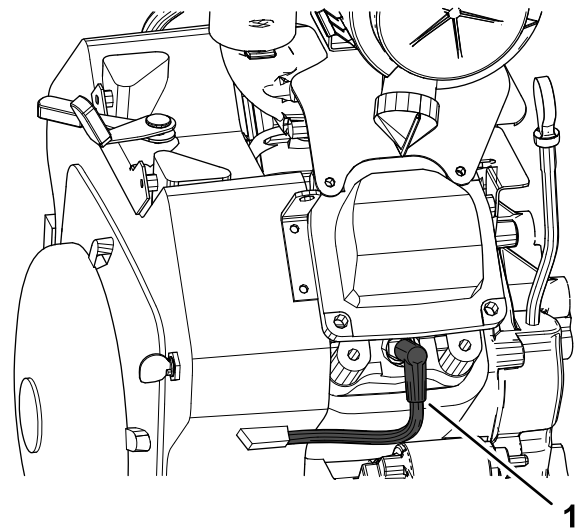

Рисунок 35
2. Очистите поверхность вокруг свечей зажигания (Рисунок 35).
3. Отсоедините провода от свечей зажигания (Рисунок 35).